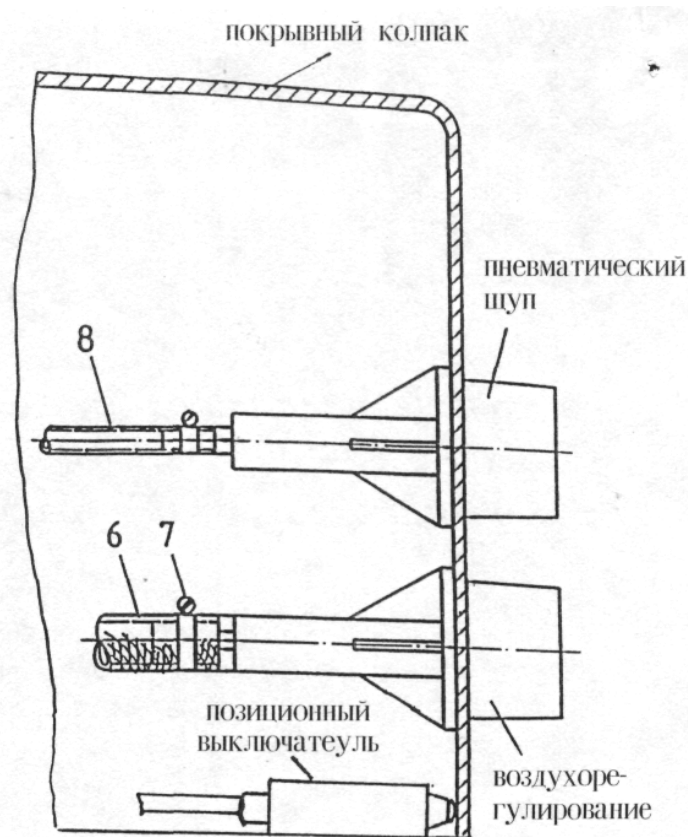

Рис. 2
8. Надевать тканевый рукав (6)  $\varnothing 14$  мм, для воздушно-жемчужного плавания на насадку для регулирования воздуха и закрепить посредством зажима (7). Смотри рис. 2. **Соединительный** патрубков находится в кожухе для перекрытия.
9. Надевать пластмассовый рукав (8)  $\varnothing 9$  мм от пневматического щупа на насадку
12. Насаживать кожух на оборудование и помешать к краю бассейна так, что позиционный выключатель нажатым, смотри рис. 2. Закрепить кожух в >той позиции. Только теперь пень тока замкнута.
1. Включение и выключение оборудования производится посредством нажима на встроенный в колпак пневматический щуп (рис. 2). Можно приводить щуп в действие со стороны бассейна.
2. Регулирование воздуха способствует засасыванию через сопло воздуха, чтобы достигать эффекта воздушно-жемчужного плавания. Можно регулировать количество воздуха со стороны бассейна (рис. 2).